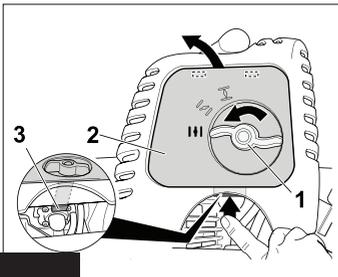
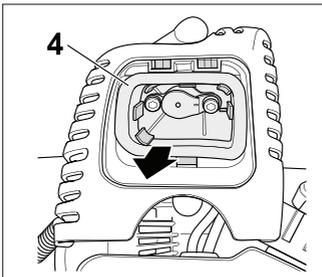

Fig. 18
Fig. 19
- Colocar a alavanca do afogador (1), (Fig. 18), na posição 3, **I ↓ I**. Só é possível extrair a cobertura do filtro de ar nesta posição.
- Abrir a cobertura do filtro de ar: apertar a trava de retenção (3) e retirar a cobertura (2).
- Retirar o filtro de ar (4), (Fig. 19). Limpar o filtro com detergente e água. Deixar escorrer e secar completamente.